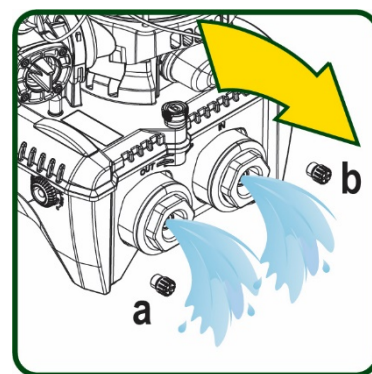

Figure 18
5. retirez les deux bouchons de vidange du dock et vidangez l'eau à l'intérieur des deux (environ 11 litres) ; Fig. 18